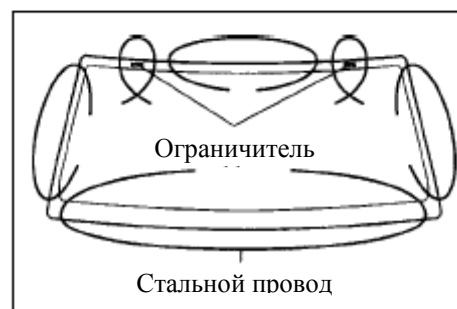

Рис. 552
(1) Пропустите железную проволоку через внутреннюю часть кузова автомобиля и стекла;
(2) К обоим концам проволоки прикрепите деревянные бруски или похожие по свойствам предметы;(рис. 552)